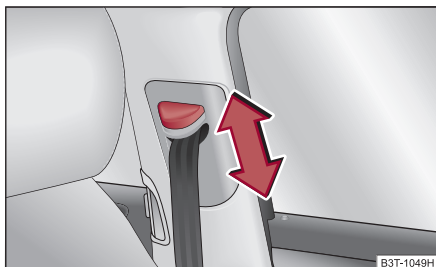

Fig. 5 Asiento delantero: ajuste de la altura del cinturón
- Desplace el herraje de inversión en el sentido deseado, hacia arriba o hacia abajo ⇒ **fig. 5**.